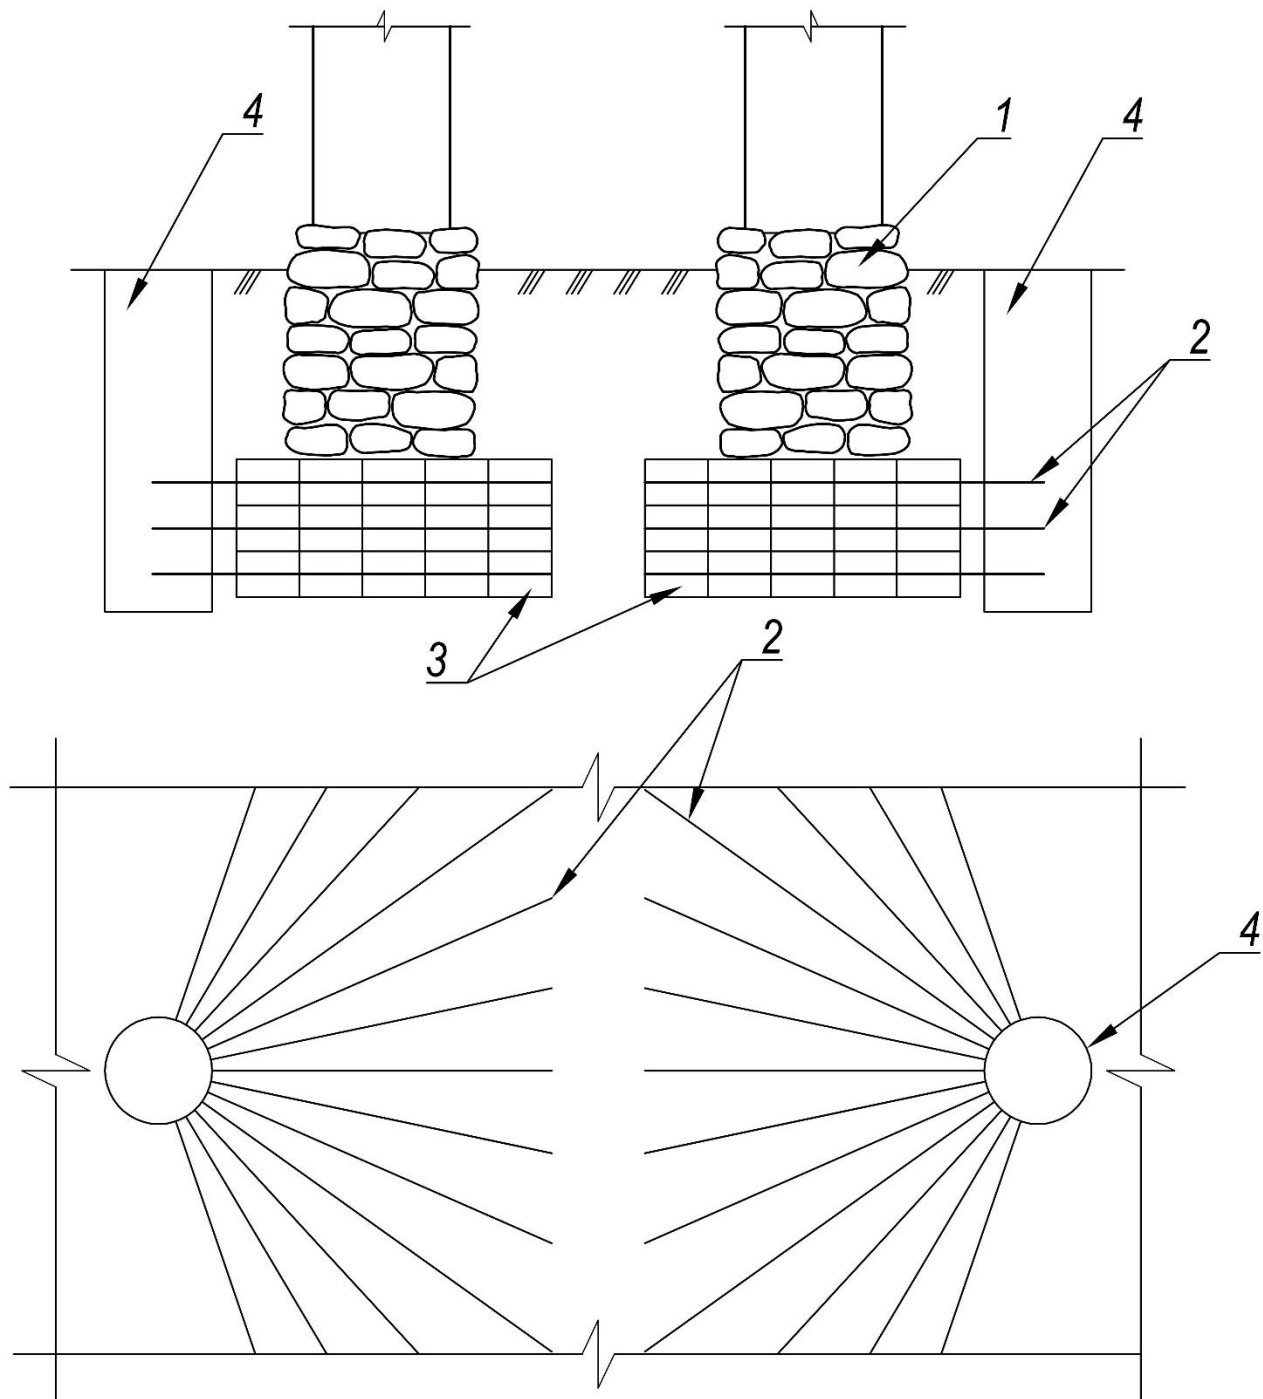

Рис. 2. Горизонтальная технология. 1 – фундамент, 2 – иньекторы, 3 – закрепленные массивы по заходкам, 4 – технологические колодцы
- горизонтальная технология, когда нагнетание реагентов осуществляется через горизонтально или несколько наклонно заглубленные инъекторы из специально оборудованных для этой цели технологических выработок (траншей, штолен, колодцев) (Рис. 2).